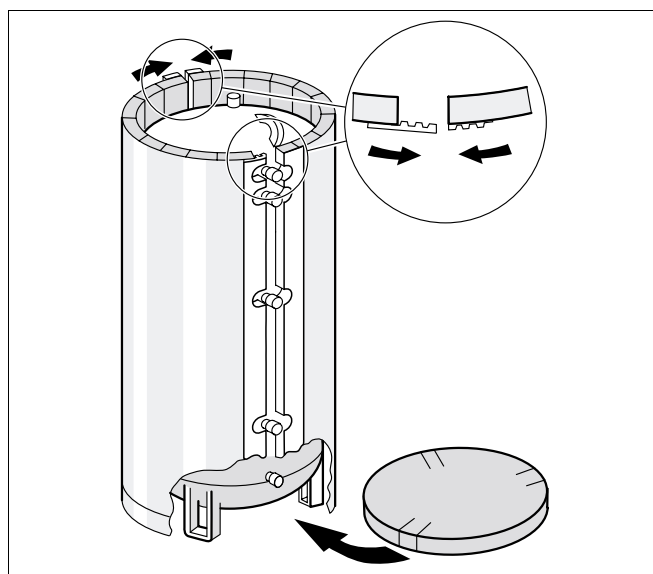

Fig. 9 Montaggio isolamento termico (illustrazione schematica)
- Applicare i materassini termoisolanti in posizione congruente al corpo accumulatore conformemente agli attacchi dell'accumulatore e allo schema di foratura (fig. 9).
- Chiudere prima l'isolamento termico sul retro dell'accumulatore (lato collegamenti) come illustrato in dettaglio in fig. 9.